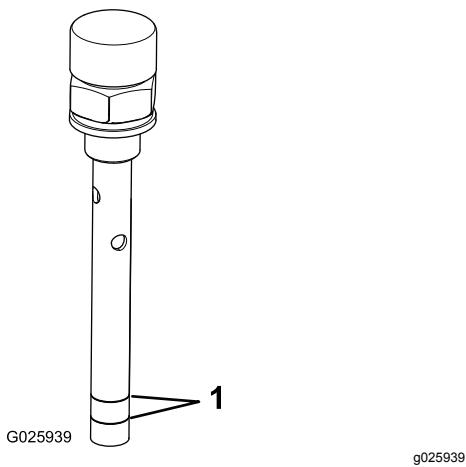

図 3
3. ポートから 80W-90 ギアオイルを入れる。オイルの液面がブリーザについている目印線(図 3)の間になるようにオイルを入れる。